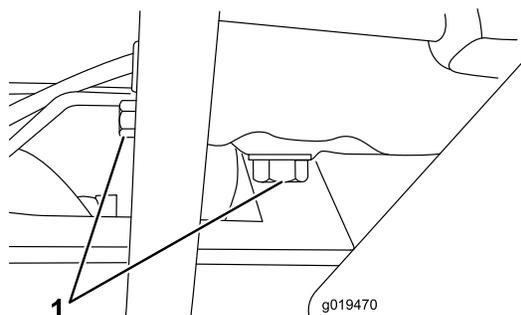

図 54
1. ドレンプラグ (図 54) を外してオイルを容器に受ける。オイルが抜けたらドレンプラグを取り付ける。